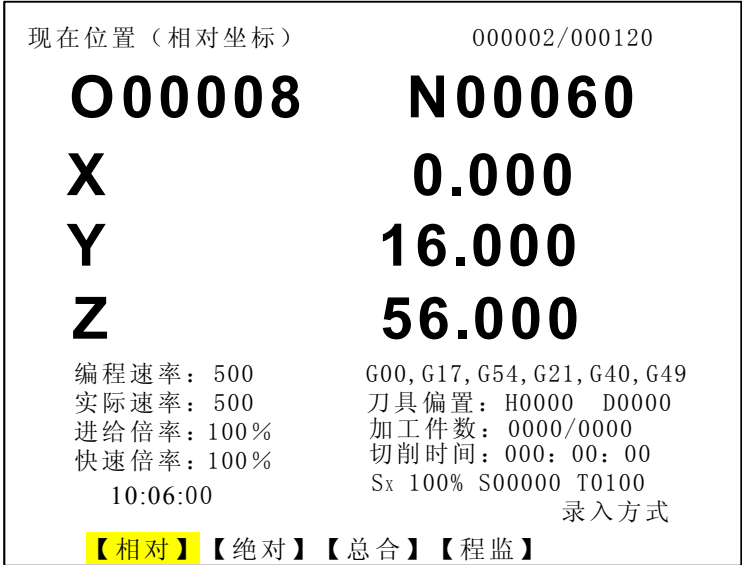

图 3-1-2-2
1) 进入有相对坐标显示的任何界面（如图 3-1-2-1）；
2) 清零操作：按 “X”键，界面中 X 闪烁，按 取消 CAN 键，此时可见 X 向相对坐标值已被清零了（见图 3-1-2-2）；